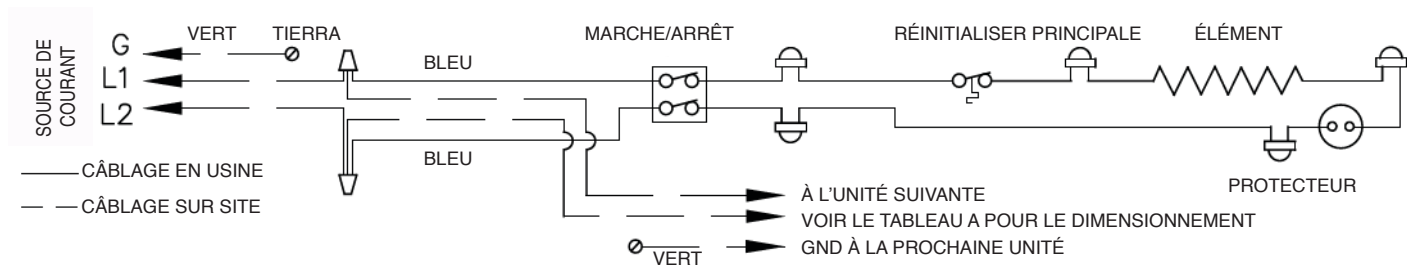
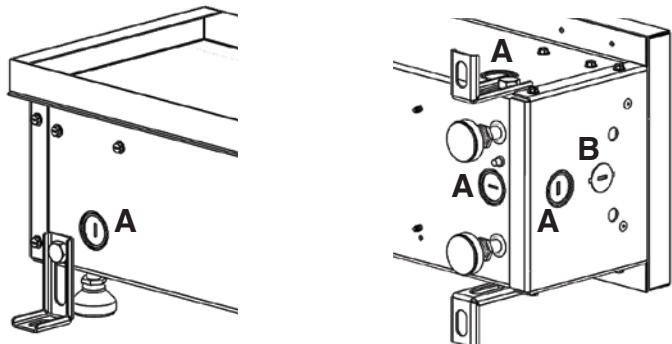

Figure 3 : Schéma de câblage typique
Figure 4A : Emplacements des trous pré-perforés
1. Exécutez un circuit de dérivation de tension et de taille de fil appropriée à l'emplacement de la boîte de jonction gauche ou droite (future), comme indiqué sur le schéma de câblage du chauffage - exemple à la Fig.3. Les chauffages sont précâblés pour la connexion au circuit de dérivation à une seule extrémité (reportez-vous au schéma de câblage du chauffage). Cependant, le réchauffeur peut être câblé à partir de l'extrémité opposée en faisant passer les fils à travers le chemin du fil du chauffage. Voir les figures 4A et 4B pour les emplacements de pré-perforés.
2. Retirez les pré-perforés électriques appropriées du capuchon d'extrémité, du côté ou du bas. Voir les figures 4A et 4B pour l'emplacement des pré-perforés.
3. Retirez les pré-perforés électriques appropriés du capuchon d'extrémité, du côté ou du bas. Voir les figures 4A et 4B pour l'emplacement des trous pré-perforés.
3. Retirez les pré-perforés électriques appropriées du capuchon d'extrémité, du côté ou du bas. Voir les figures 4A et 4B pour l'emplacement des trous de pré-perforés.